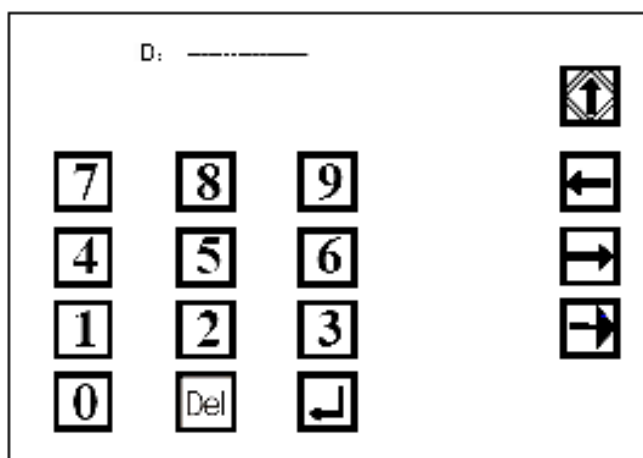

Рис. 3-3
3.3.1.3 Номер идентификатора (ID)
Идентификатор будет включен в распечатку результатов теста. Идентификатор можно ввести как при сканировании штрих-кода, (сканер присоединен через последовательный порт RS-232), так и с помощью касания экрана. В главном меню (рис. 3-1) коснитесь кнопки  перед знаком ИДЕНТИФИКАТОР (ID), и на экране появится следующая информация (рис. 3-3):